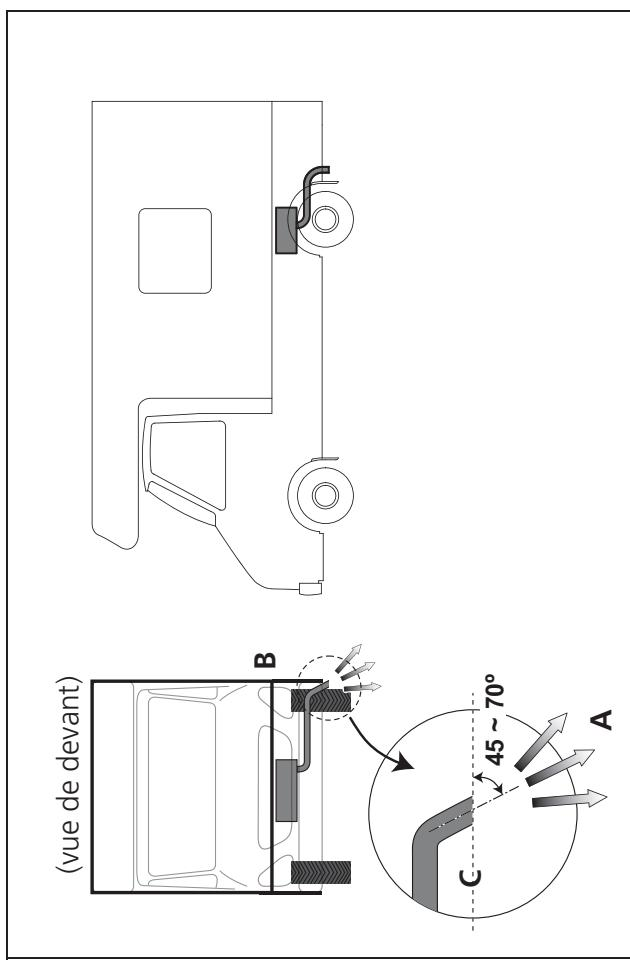

Fig. 42: Emplacement et sens de sortie du tuyau d'échappement
Si la position de montage de l'embouchure du tuyau d'échappement n'est pas effectué comme indiqué, il y a risque d'incendie. Voir Fig. 42.
- La conduite ne doit pas être dirigée dans le sens du déplacement. Voir Fig. 42.
- Éviter la formation d'une poche de gaz d'échappement sous le véhicule. Voir Fig. 42.